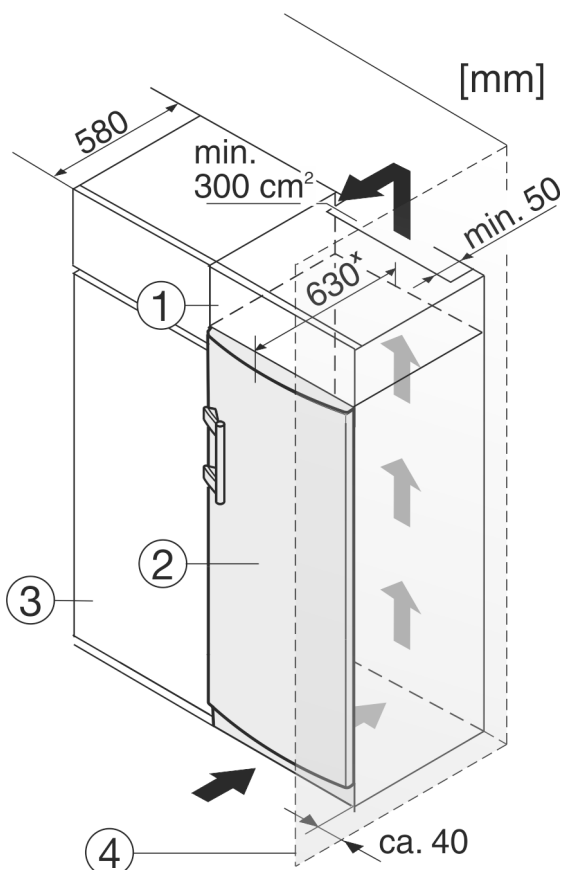

Fig. 12
- (1) Rátétsekrény (2) Berendezés (3) Konyhaszekrény (4) Fal
A készüléket körbe lehet építeni konyhaszekrényekkel. Rá lehet szerelni Fig. 12 (2) egy rátétsekrényt, hogy a készüléket a konyhabútorok magasságához Fig. 12 (1) igazítsa.
Ha a készüléket konyhaszekrényekkel építi körül (max. 580 mm mélységben), akkor a készüléket közvetlenül a konyhaszekrény Fig. 12 (3) mellé is felállíthatja. A készülék oldalt 34 mm x mértékben áll előrébb a konyhaszekrény előlapjához képest, a készülék közepénél pedig 50 mm x mértékben.
Ha a készüléket a zsanérjaival a fal Fig. 12 (4) mellé állítja, akkor a készülék és a fal közötti távolság legalább 40 mm kell legyen. Ez a fogantyú túlnyúlásának felel meg, amikor kinyitja az ajtót.